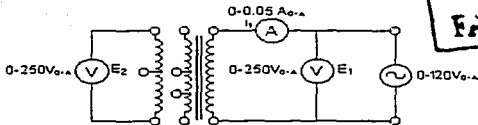

Figura 1
- Revisar el transformador monofásico, identificando las terminales de conexión de acuerdo con el circuito de la figura 1.